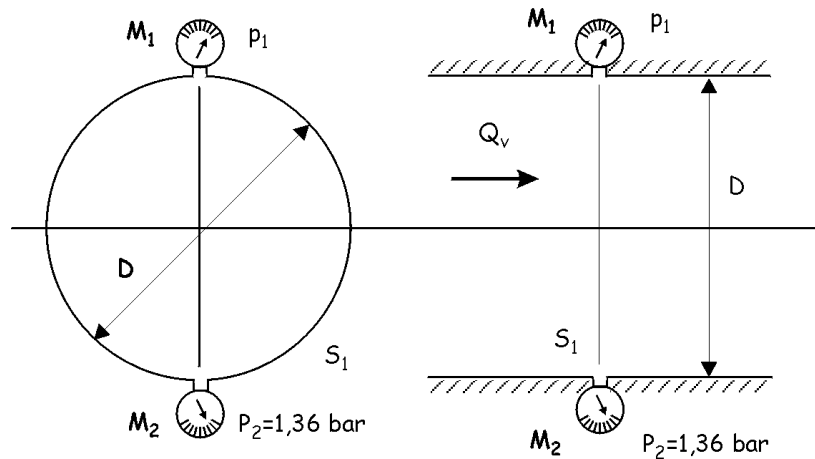

figure 1
1. Dans la section droite S_1 , on branche deux manomètres M_1 et M_2 comme schématisé sur la figure 1. On lit une pression relative $p_2 = 1,36 \text{ bar}$, quelle est la pression p_1 relative indiquée par le manomètre M_1 ? Que vaut alors la pression absolue ?